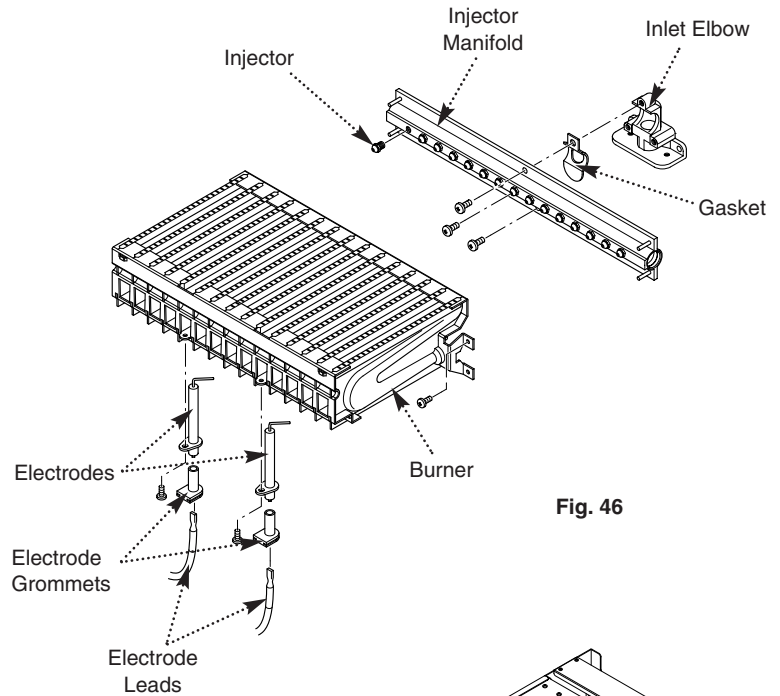

Fig. 46
12.5 Injectors (Fig. 46)
12.6 Electrodes (Fig. 46)